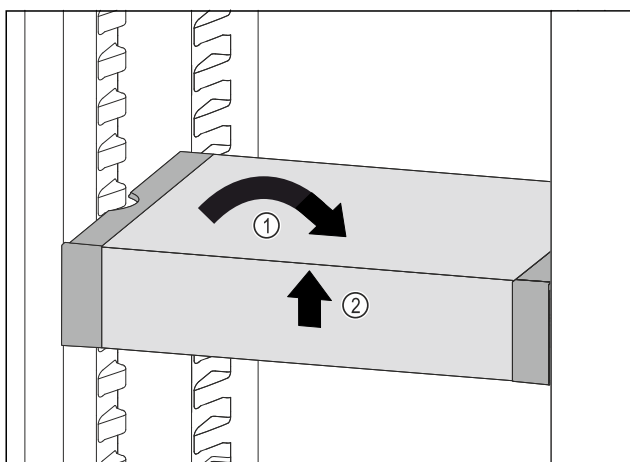

Fig. 198
- ▶ Установите VarioSafe прямо. Fig. 198 (1)
- ▶ Приподнимите VarioSafe спереди. Fig. 198 (2)